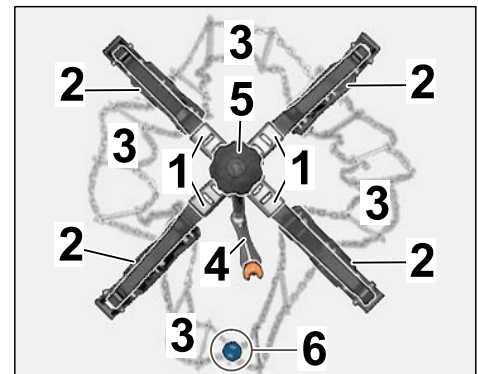

Figura 6
- 2.2.1 Aprire i bracci della molla in acciaio con le staffe in plastica delle catene da neve e sistemare la rete a catena (\Rightarrow *Figura 6*).